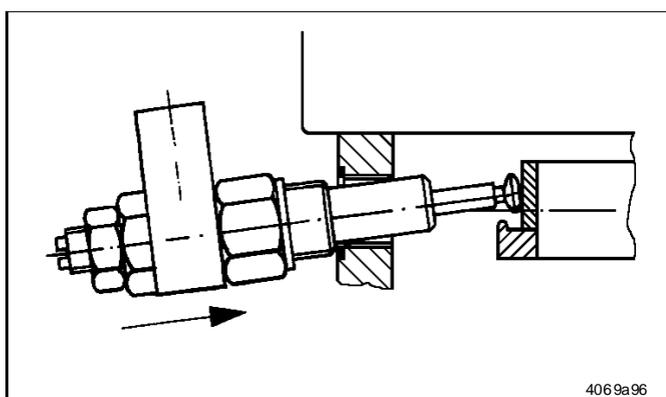

Abb. 7 Einführen des Pumpenelementes
- ➔ Beim Einführen das Pumpenelement (Abb. 7) etwas nach oben richten, damit der Förderkolben nicht herausfällt; denn er ist nicht im Pumpenzylinder befestigt.
- Sowohl beim Einbau (Abb. 7) als auch beim Ausbau das Pumpenelement nach oben richten und damit den Förderkolben aus der Nut des Exzenteringes herausheben. Pumpenelement mit dem Förderkolben aus dem Gehäuse ziehen.